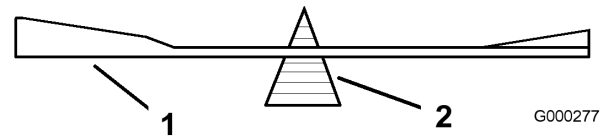
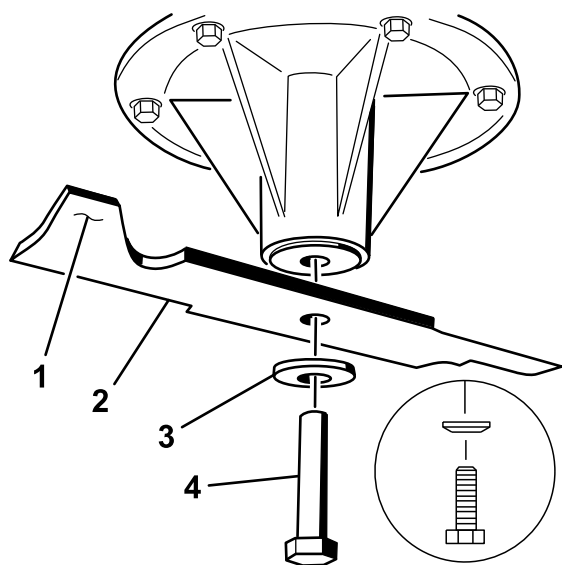

Figure 57
Figure 58
2. Retirez de l'axe le boulon, la rondelle élastique et la lame (Figure 58).
2. Vérifiez l'équilibre de la lame en la plaçant sur un équilibreur (Figure 57). Si la lame reste horizontale, elle est équilibrée et peut être utilisée. Si la lame est déséquilibrée, limez un peu l'extrémité de la partie incurvée seulement (Figure 58). Répétez la procédure jusqu'à ce que la lame soit équilibrée.
1. Placez la lame sur l'axe (Figure 58).
2. Installez la rondelle élastique et le boulon de la lame. Le cône de la rondelle élastique doit être dirigé vers la tête du boulon (Figure 58). Serrez le boulon à 115-150 Nm (85-110 pi-lb).